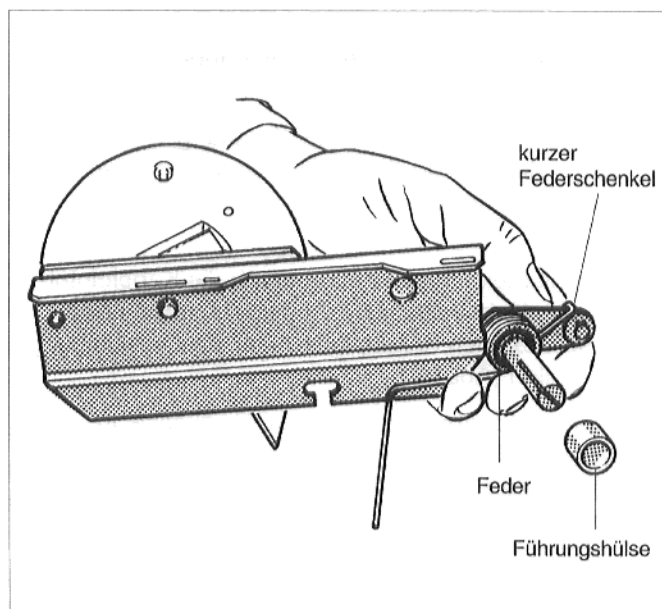

Abb. 4
6. Feder und Führungshülse auf rechten Lagerstift stecken. Der kurze Federschenkel muß dabei auf dem Lagerhebel aufliegen (Abb. 4).